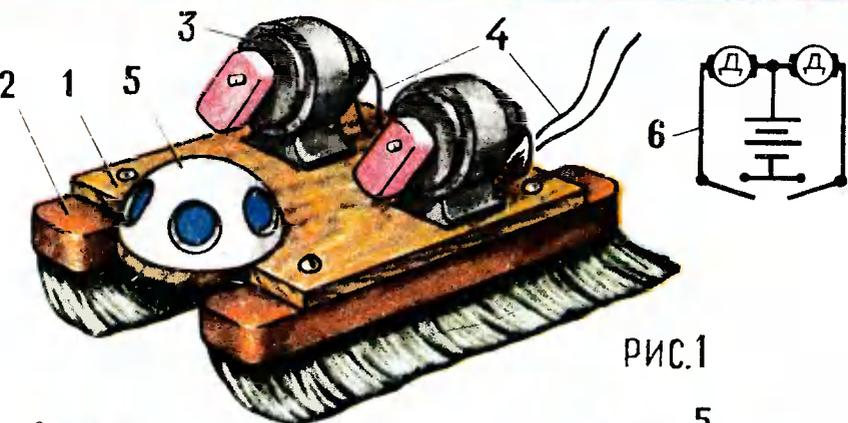

РИС. 1
**КОСМИЧЕСКАЯ ТАНКЕТКА** (рис. 1). Вместо колес у этой модели установлены капроновые щетки для чистки одежды. Поэтому и название у нее такое — щеткоход.